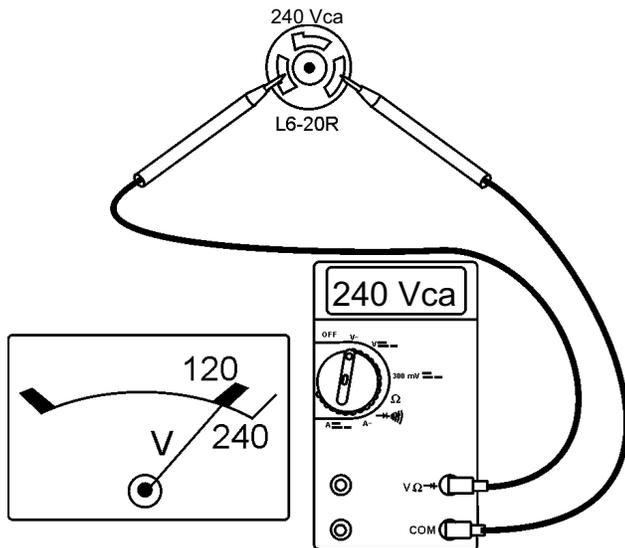

Figure 24. Prise 240 V
11. Lire le voltmètre sur le panneau avant de la génératrice (Figure 24) et vérifier que 240 Vca s'affiche. Avec un voltmètre externe, comme cela est illustré à la Figure 24, vérifier qu'il y a du 240 Vca au niveau de la prise à verrouillage par rotation 240 V.